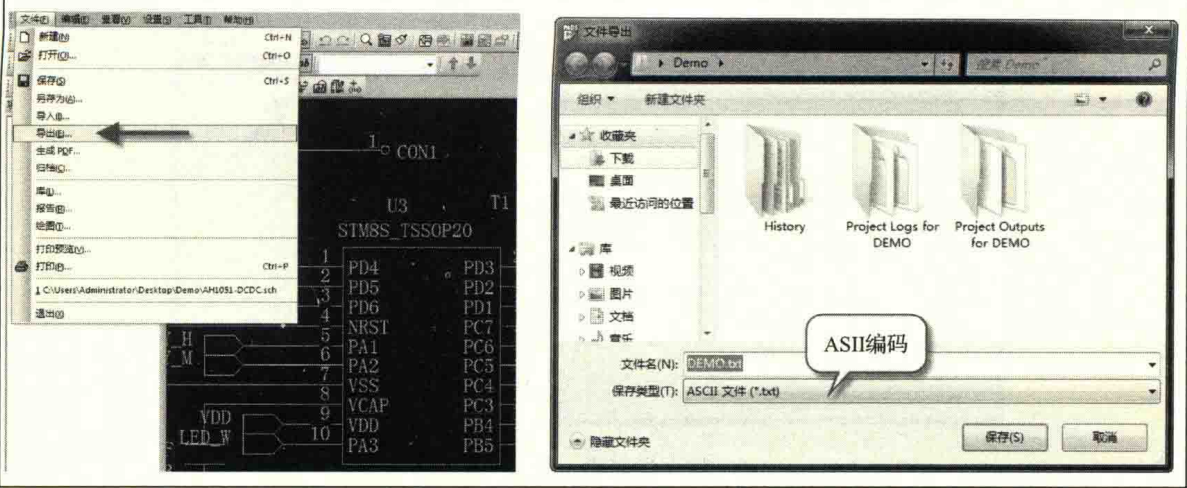

图 11-56 PADS 原理图的导出
- (1) 用 PADS Logic 打开一份需要转换的原理图，执行菜单命令“文件-导出...”，导出一份 ASCII 编码格式的 TXT 文档，如图 11-56 所示。